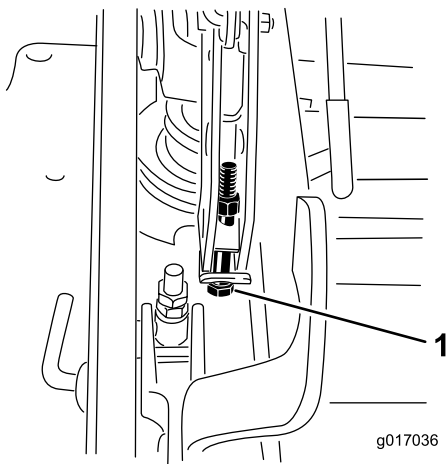

**Figura 87**
- Para ajustar el sistema de ajuste de un solo punto, afloje los dos pernos situados cerca del borde inferior de la pletina de altura de corte. Consulte Figura 87.
14. Apriete los dos pernos situados cerca del borde inferior de la pletina de altura de corte (Figura 87). Apriete a 37–45 Nm.